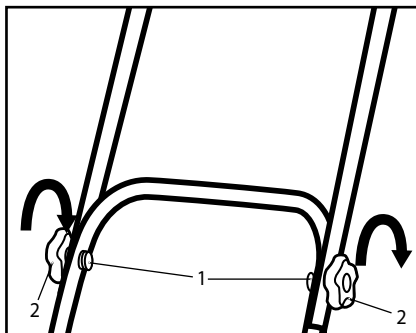

Рис. 2
1. Установите верхнюю часть рабочей рукоятки на нижнюю часть. Вставьте болты с шайбами 1 (рис. 2), совместив отверстия на рукоятках, и накрутите фиксирующие барашки 2 на выступающую часть болта в направлении по часовой стрелке.